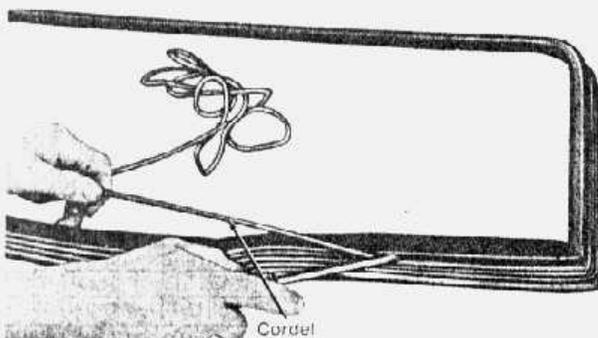

fig. 12 — instalação do cordel - típico
3. Posicionar a guarnição no vidro do pára-brisa e introduzir um cordel em toda a volta da guarnição, no sulco para a flange da carroceria (figs. 12 e 13), deixando um pedaço de sobra de 18" em cada extremidade do cordel, na parte inferior da guarnição. Prender as extremidades do cordel no pára-brisa, com uma fita adesiva.
4. Introduzir um cordel em toda a volta da guarnição (figs. 12 e 13), deixando um pedaço de sobra de 18" em cada extremidade do cordel, na parte inferior da guarnição. Prender as extremidades do cordel, no vidro, com uma fita adesiva.